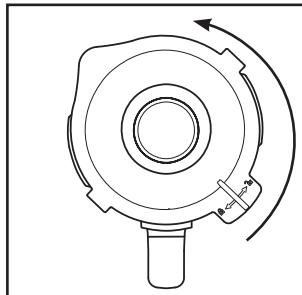

Abb. 1
- 1) Nehmen Sie den Mixaufsatz ③ gerade nach oben vom Motorblock ⑥ ab.
- 2) Entfernen Sie den Deckel ②, indem Sie ihn so weit gegen den Uhrzeigersinn Richtung Position drehen (siehe Abb. 1), bis Sie ihn nach oben abziehen können.
- 3) Befüllen Sie den Mixaufsatz ③ mindestens bis zum untersten Strich der Skala ⑧ und maximal bis zur Markierung MAX. Für optimale Ergebnisse empfehlen wir folgende maximale Füllmengen:
- 1) Nehmen Sie den Mixaufsatz **③** vom Motorblock **⑥**. Entfernen Sie für eine bessere Standfestigkeit den Deckel **②**, indem Sie ihn so weit gegen den Uhrzeigersinn Richtung Position drehen (siehe Abb. 1), bis Sie ihn nach oben abziehen können.